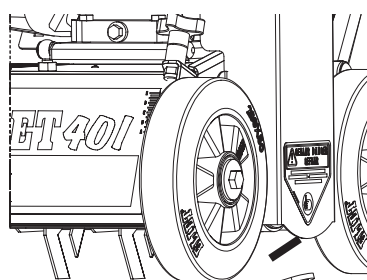

fig. 2
- Plaats het gereedschap onder één van de voorwielen. (fig. 2)